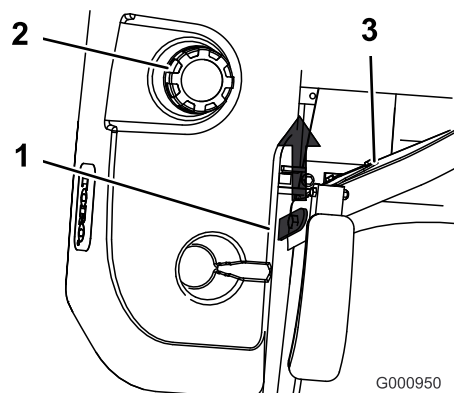

Figura 30
3. Levante el asiento. Esto le permitirá acceder a la parte de la máquina que queda por debajo del asiento (Figura 30).